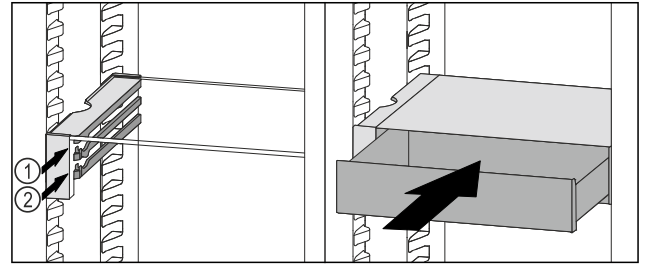

Fig. 95
- ▶ VarioSafe-lade achter de stoppers op de gewenste rib Fig. 95 (1) of Fig. 95 (2) plaatsen.